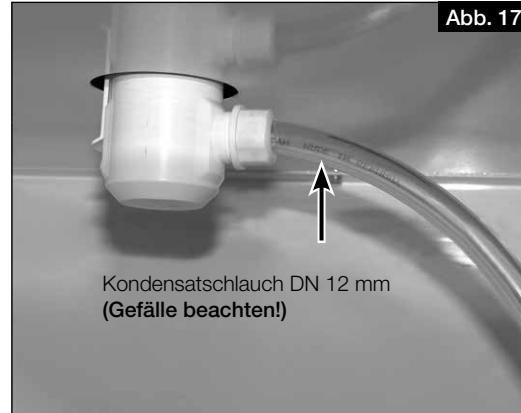

Abb. 17
- Kondensatschlauch (Länge max. 1,5 m) an das Entwässerungssystem des Gebäudes anschließen (s. Abb. 17).